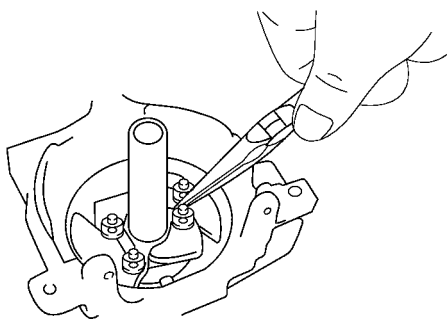

图 5-42 拆下调速器弹簧
(10) 拆下调速器弹簧。使用尖嘴钳拆下两个弹簧, 如图 5-42 所示。